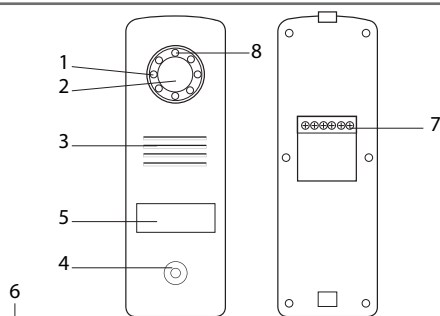

Fig. 4
5. Porte-nom lumineux (retro éclairage du porte-nom automatique en fonction du niveau de la luminosité). Pour changer l'étiquette porte-nom, soulever délicatement avec 2 doigts la protection plastique (8 fig. 4) et glisser l'étiquette du porte-nom.
a. Installation de la platine de rue (fig. 4)
1. Enlever la vis sous la platine de rue (1)
2. Basculer la platine de rue vers l'avant (2)
4. Fixer solidement la visière antipluie à l'aide de vis (3) et mettre un joint silicone (4) entre la visière et le mur afin d'éviter le ruissellement de l'eau. Ne pas utiliser de silicone à base d'acide acétique (odeur de vinaigre).